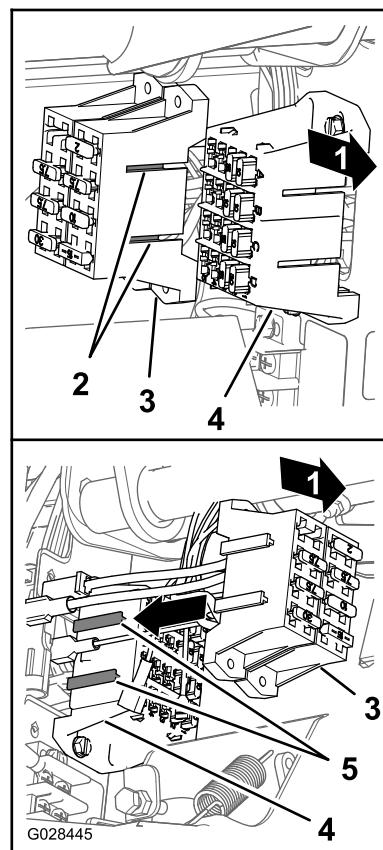

Рисунок 26
- Совместите Т-образные выступы блока предохранителей опрыскивателя с Т-образными пазами блока предохранителей автомобиля и вставьте блок предохранителей опрыскивателя в пазы до его полной посадки (Рисунок 26).